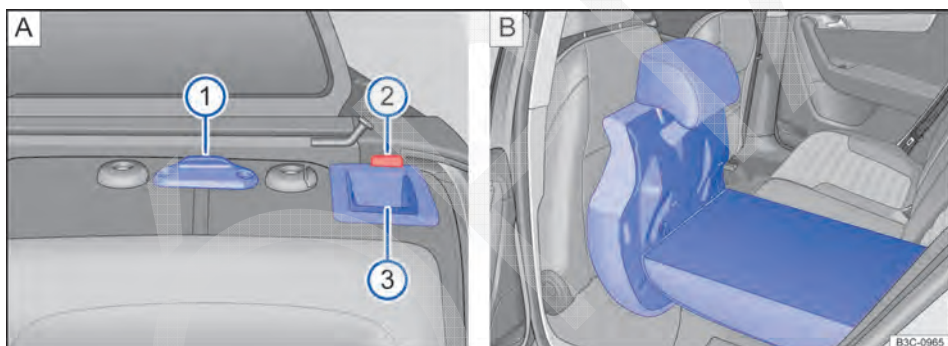

Fig. 64 Rebater o banco traseiro para frente.
- Puxar o botão de destravamento ⇒ Fig. 64 A ③ para frente ou destravar o encosto do banco com o botão de destravamento à distância ⇒ Página 157. O encosto só pode ser dobrado, depois que a marcação vermelha na tampa ⇒ Fig. 64 A ② for visível.
- Empurrar o encosto para frente somente até que o ponto de apoio ⇒ Fig. 64 A ① encoste no suporte do assento do banco.
- Dobrar o encosto para trás e encaixá-lo no travamento. A marcação vermelha na tecla ⇒ Fig. 64 A ② não pode mais ser visível.
- Colocar o assento na posição original. Todos os engates do cinto precisam ser acessíveis ⇒ ④.
- Uma marcação vermelha no botão ⇒ Fig. 64 A ② sinaliza um encosto não travado; na posição travada, a marcação vermelha não pode estar visível.